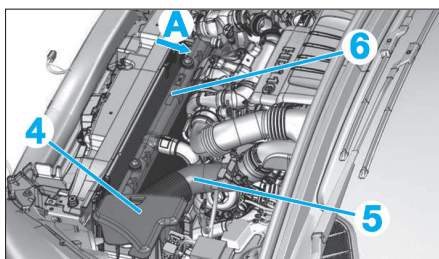

Fig. 7
- le déflecteur (4) (Fig.7),
- le conduit ou le résonateur (5) (selon motorisation).
- Ecarter le radiateur de refroidissement moteur (6) selon la flèche (A).